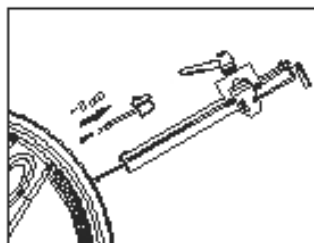

Рис.1
1. Выверните ручку компаратора. И установите диск напротив лазера. Пожалуйста, поместите компаратор около 4 см-5см к диску. (Рис.: 1) (внимание, пожалуйста ,выберите прямое место оправки.)